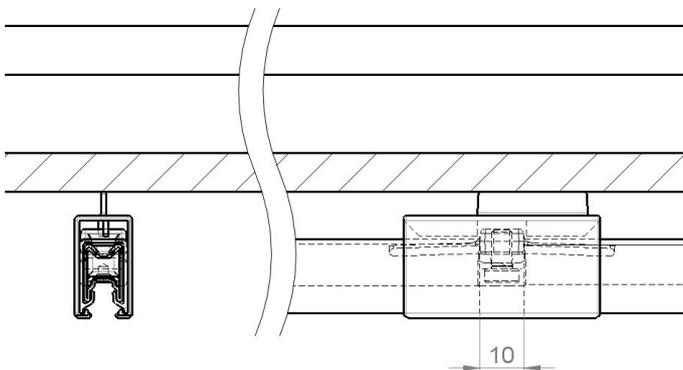

Abb. 53: Schienenverbinder
- Wenn sich die Verbinderkappe nicht auf dem Fahrbahnprofil abstützen kann, so müssen beidseitig der Verbinderstelle jeweils Schienenhalter im Abstand von max. 200 mm gesetzt werden (siehe Abb. 53).